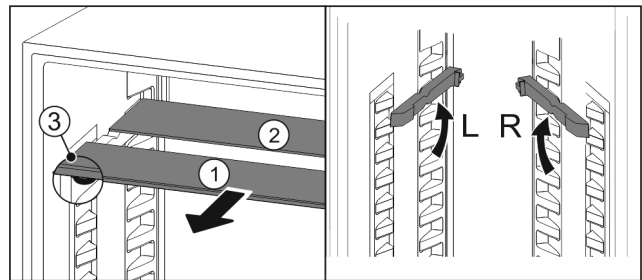

Fig. 22
- ▶ По одной извлеките Fig. 22 (1) стеклянные панели движением вперед.
- ▷ Стеклянная панель Fig. 22 (1) с декоративной планкой лежит спереди.
- ▷ Стопоры Fig. 22 (3) показывают вниз.